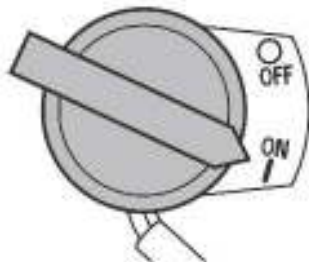

Рис. 33 Выключатель зажигания
6. Выключатель зажигания переведите в положение «ON» (Включено) (Рис. 33).
При возникновении аварийной ситуации, для экстренной остановки двигателя переведите выключатель зажигания двигателя в положение «OFF» (Выключено) (Рис. 33).
4. Переверните выключатель зажигания в положение «OFF» (Выключено) (Рис. 33).